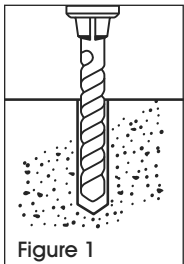

Figure 1
1. Percez un trou du même diamètre que que l'ancrage utilisé, et ce, jusqu'à une profondeur dépassant la profondeur d'encastrement minimum. Nettoyez le trou. (Voir Figure 1)